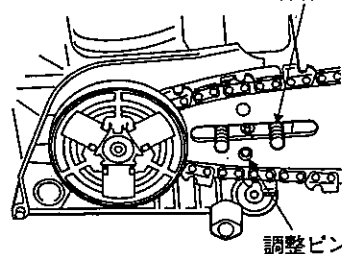

図 6
- (2) 調整ピンがガイドバーの穴に入るようにガイドバーの位置を合わせます。(図6)
- (3) 前ハンドガードがチェンブレーキ解除側になっていることを確かめてください。(21ページ参照)
- (4) チェンカバーの穴にガイドバー締付ボルトを通してからチェンカバー締付用のナットを軽く締めます。